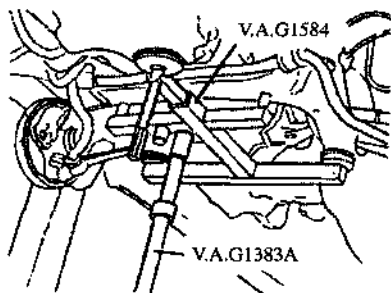

图 4.16 从变速器上拆下驱动轴
- ㉑ 用变速器千斤顶 V.A.G1383/V.A.G1383A 和装配支架 V.A.G1584 支承辅助支架，拆下辅助支架紧固螺栓，如图4.16所示，小心地降下辅助支架并使支架自由地吊着，从变速器上拆下驱动轴并夹紧。